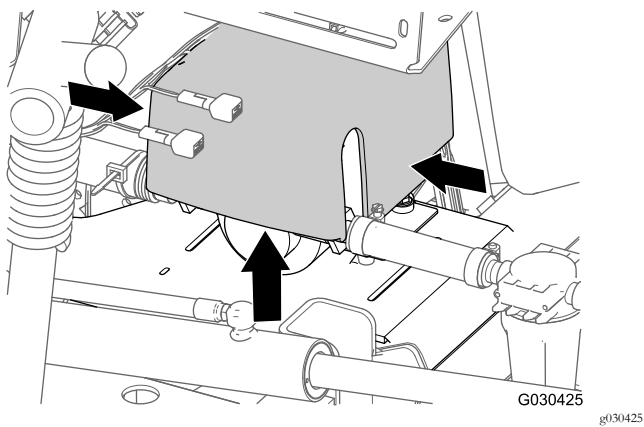

Figure 7
1. À l'arrière de la machine, rapprochez les côtés du couvercle de la pompe de rinçage et soulevez-le jusqu'à ce que les languettes du couvercle passent les fentes dans la plaque de serrage, puis déposez le couvercle de la machine (Figure 7).